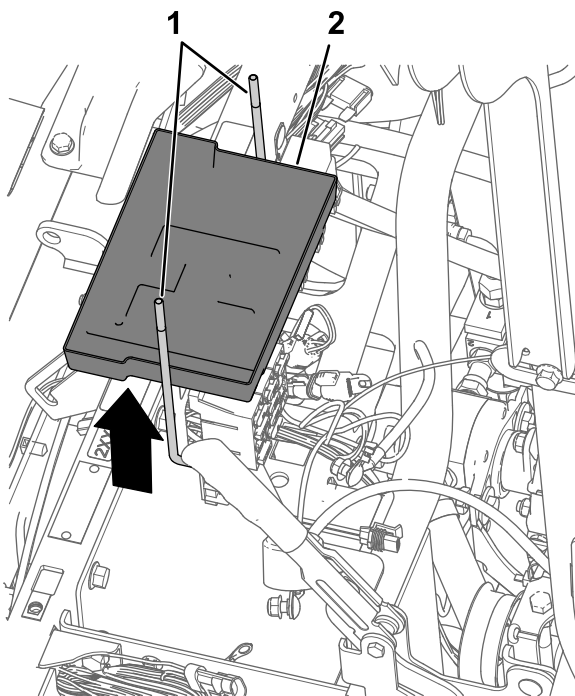

図 171
5. バッテリーブラケットから、Jボルト2本とバッテリートレイを取り出す 図 171。